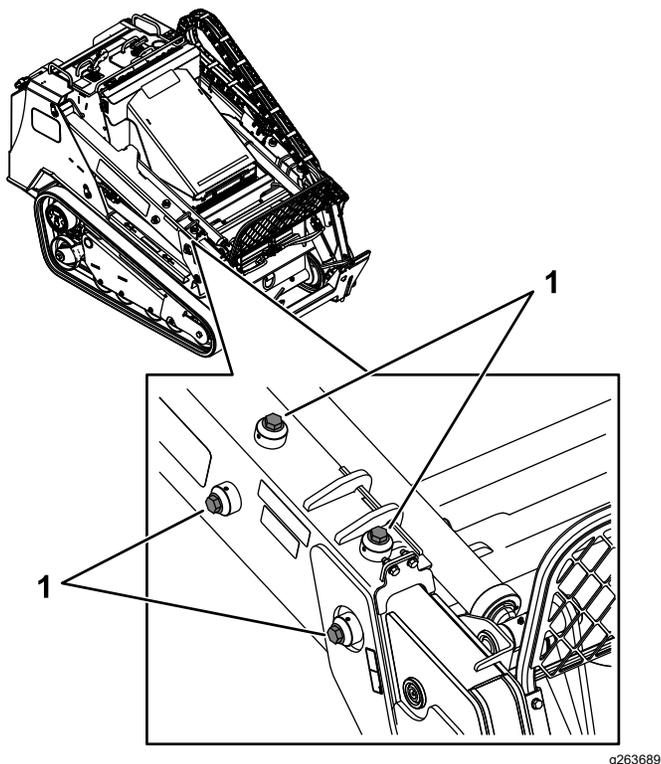

Рисунок 86
3. На каждой стреле погрузчика ослабьте установочные винты на четырех регулировочных винтах (Рисунок 86).